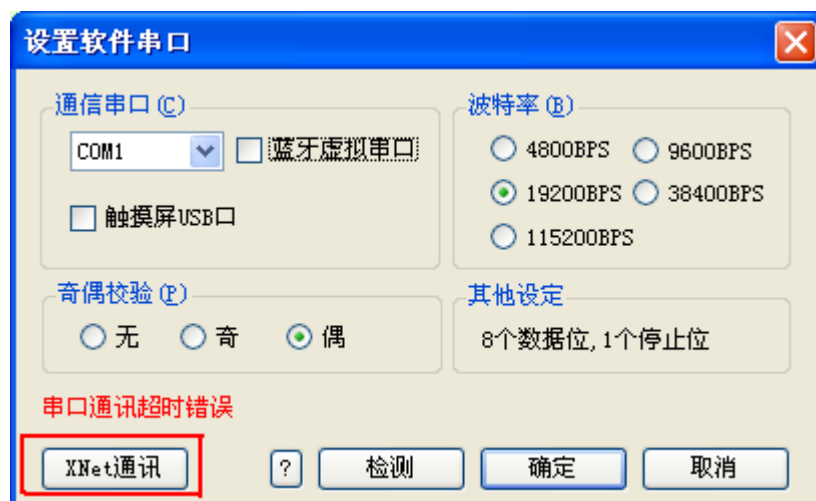
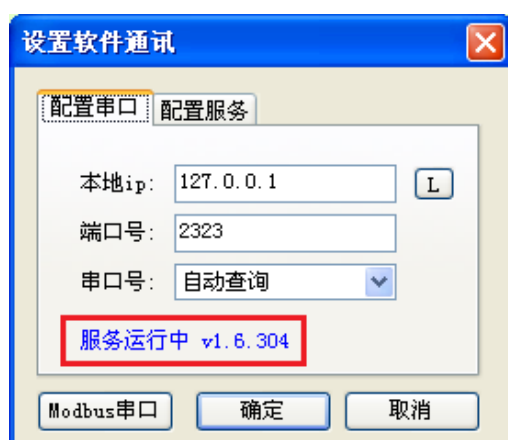
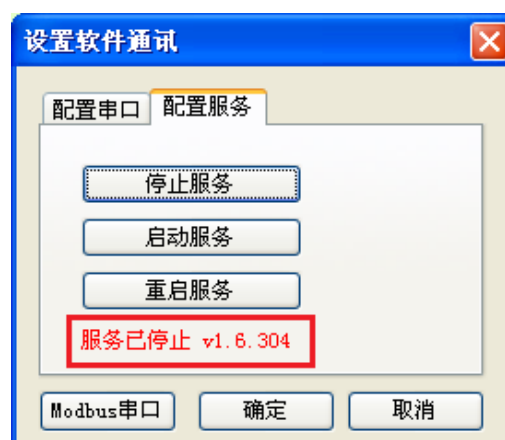

图 2.1
图 2.2
图 2.3
1、若采用 X-NET 总线通讯，则选择 COM1 口，在 XDPPro 软件里，点击“软件串口设置”，出现设置软件串口框图（图 2.1），点击“XNet 通讯”，出现设置软件通讯面板（图 2.2），显示服务运行中，点击“确定”，系统自行进行连接，当 PLC 上位机的状态栏显示“运行”或“停止”，表明连接成功。若连接不成功，在配置服务界面，将服务重启，如图 2.3 所示，点击“停止服务”，再点击“启动服务”使服务重启，然后再点击“确定”进行通讯连接。此总线通讯口支持图块编程。
2、若采用 Modbus 通讯，则连接 COM2 口，在 XDPPro 软件里，点击“”，出现设置软件串口面板（图 2.1），点击“检测”，当 PLC 上位机的状态栏显示“运行”或“停止”，表明连接成功。